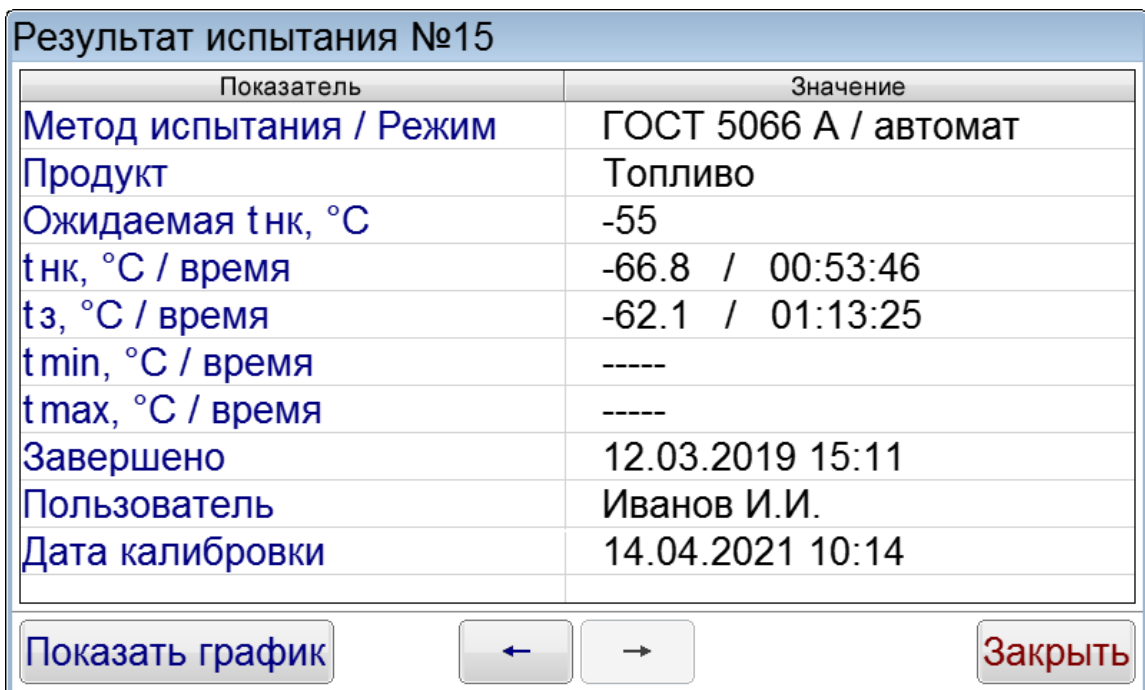

Рисунок 25 – Окно результата испытания
4.5.10 После завершения испытания на экране должно отобразиться окно результата (рисунок 25), при этом начинает играть мелодия. Переход к просмотру следующего или предыдущего испытания осуществляется при помощи кнопок [←] и [→]. Для выхода из окна просмотра результата и остановки воспроизведения звукового сигнала необходимо нажать кнопку [Заккрыть].
Прокрутка списка осуществляется при помощи вертикальной полосы прокрутки, расположенной справа. Для подробного просмотра результата выбрать нужный из списка и нажать кнопку **[Просмотр]**. На дисплее появится окно результата (рисунок 25). Переход к просмотру следующего или предыдущего испытания осуществляется при помощи кнопок **[←]** и **[→]**.